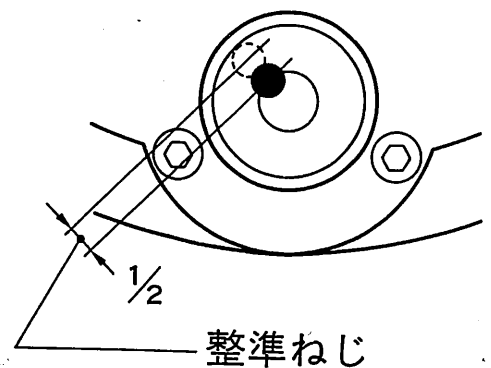

図6.2
- 3) 整準ねじ⑤でずれ量の半分を戻します。(図6.2)
- 4) あとの半分以上を六角棒スパナ⑮を使い、円形気泡管調整ねじ③を回して、○内に気泡を入れて下さい。